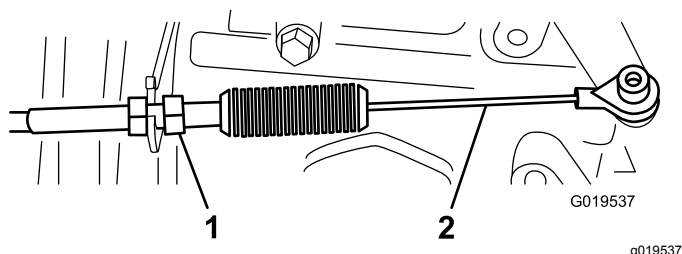
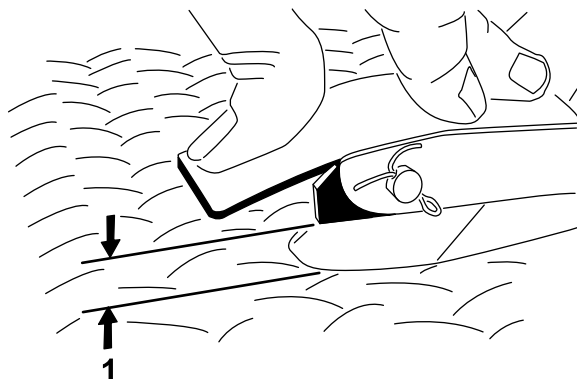

Figura 62
Figura 63
2. Ajuste a rótula do cabo de acelerador (Figura 62) para permitir uma folga de 2,54 a 6,35 mm entre o braço do pedal de acelerador e a parte superior da chapa do piso (Figura 63), quando aplica uma força de 11,3 kg ao centro do pedal.
3. Aperte a porca de bloqueio (Figura 62).